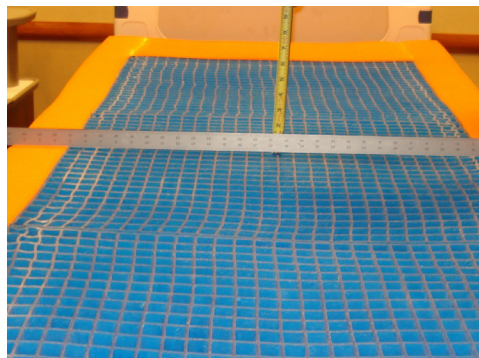

Figura 5
5. Posizionare un righello (di almeno 88,9 cm di lunghezza) sulla schiuma da sinistra a destra in corrispondenza della regione sacrale (sezione della seduta del paziente) della superficie antidecubito, come mostrato in Figura 5.